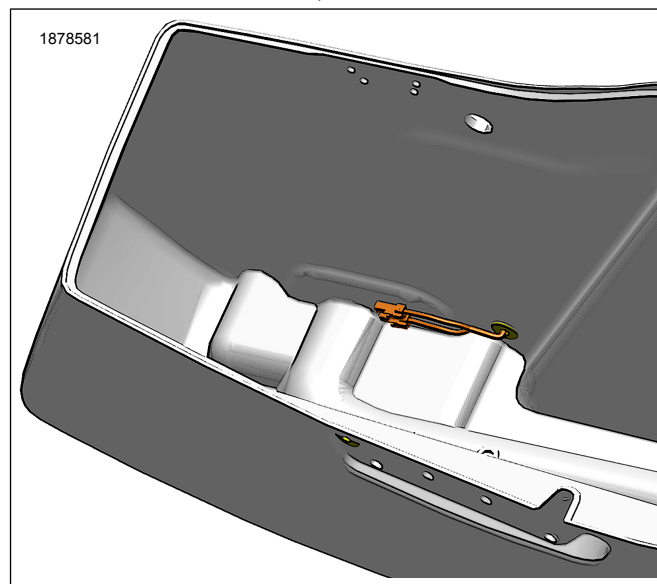

Figura 7. Traseu cablaj jumper (dacă este instalat)
5. A se vedea figura 7. Dacă instalați kitul de lămpi de poziție (piesa nr. 68000372) cu kitul de lămpi de interior (piesa nr. 68000425) în fiecare desagă, este necesară achiziționarea separată a două cabluri jumper cu cablaj pentru accesorii spate (piesa nr. 69203366).